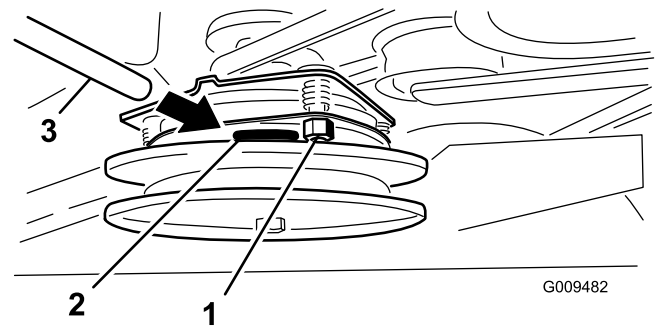

Figure 61
2. Si un réglage est nécessaire, réglez-le à 0,381 mm pour chacune des trois positions de réglage. Serrez les contre-écrous jusqu'à ce la jauge d'épaisseur fléchisse légèrement mais puisse bouger facilement dans l'entrefer (Figure 61).